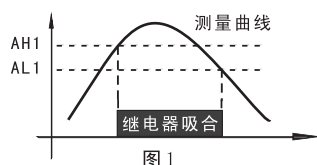

图1
- ① 设定AH1=AL1 (AH2=AL2), 继电器不动作;
- ② AH1>AL1 (AH2>AL2) 继电器动作见图1, 常用于上限报警;